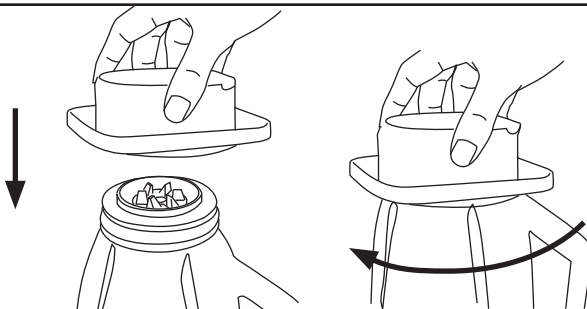

Fig.2
- Colocar la jarra sobre la unidad del motor procurando que quede bien sujeta. (Fig.2).